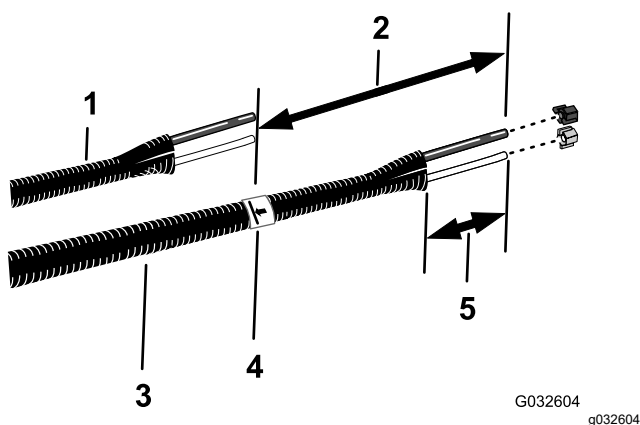

Рисунок 27
6. Совместите старые трубки подачи жидкости и воздуха (**Рисунок 27**) с новыми трубками в сборе (номер 114-9553 по каталогу Toro).
8. На новых трубках в сборе нанесите вторую отметку, отмерив расстояние 26 см от отметки, сделанной при выполнении пункта 7, и отрежьте трубки по второй (дальней) отметке (Рисунок 27).
10. Снимите с каждого конца трубок в сборе (Рисунок 27) оболочку на отрезке длиной от 77 до 102 мм.